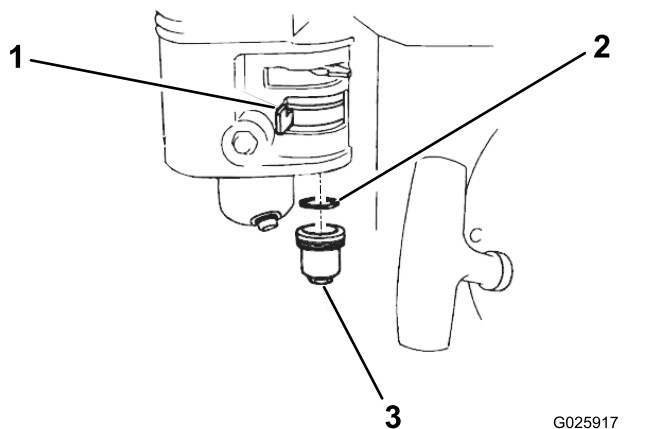

Figure 35
1. Amenez le robinet d'arrivée de carburant en position FERMÉE, puis déposez la cuvette de décantation et le joint torique (Figure 35).